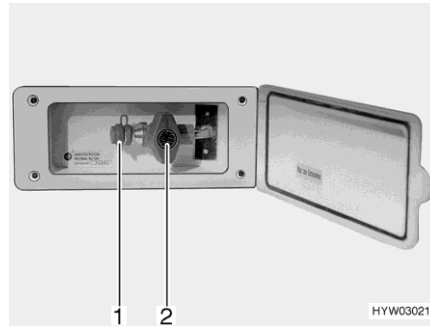

Bild 110 Extern gasanslutning
- Anslut den externa gasapparaten till anslutningar (Bild 110,1).
- Öppna gasavstängningsventilen (Bild 110,2).